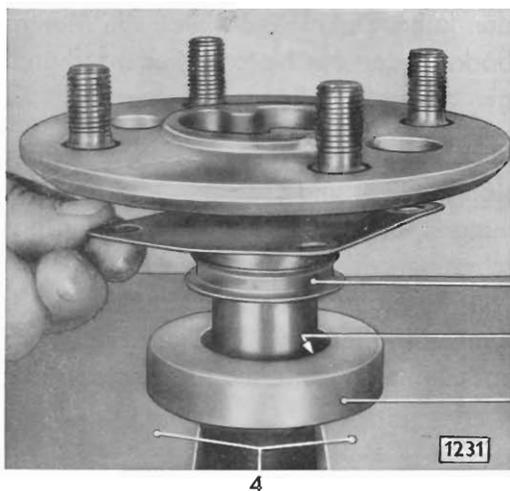

Bild 17 - Wasserablenkblech aufpressen
5. **Neues** Wasserablenkblech (17/1) so über den Wellenschaft schieben, daß der kleine Bördelrand zum Wellenflansch zeigt. Aufpreßring (17/3) mit der abgesetzten Ringfläche (17/2) zum Wasserablenkblech hin auf Wellenschaft aufschieben (Bild 17). Wasserablenkblech vorsichtig unter Presse über den Wellenabsatz drücken, bis ein merkbarer Widerstand erfolgt, d. h. bis der Aufpreßring am Wellenbund satt anliegt.